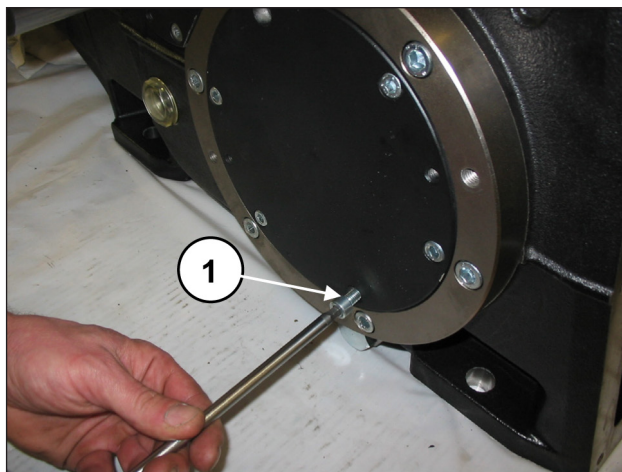
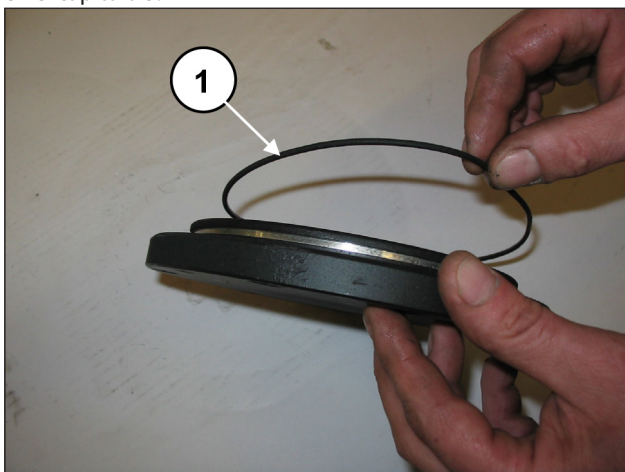

Fig. 91
Fig. 90
Montar las dos tapas del cojinete junto con las juntas tóricas (pos. ①, Fig. 90) y fijarlas con los 6+6 tornillos M8x20 (pos. ①, Fig. 91).